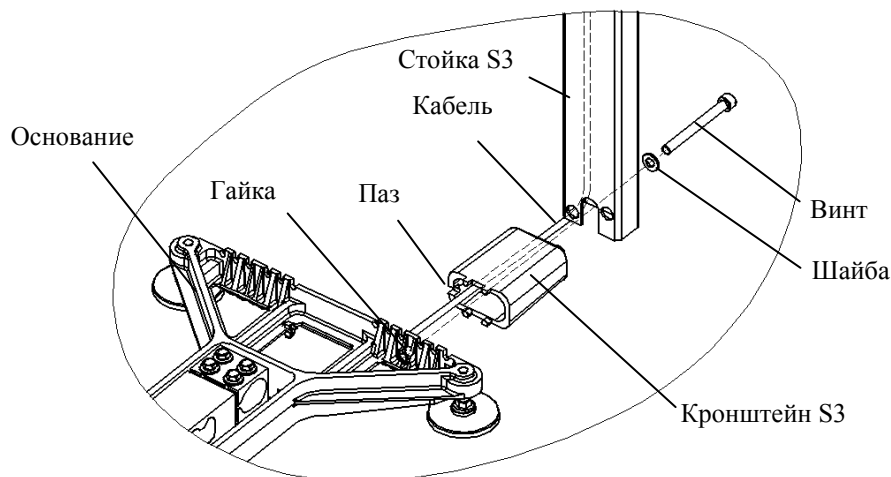

Рисунок 7.3 – Крепление прямоугольной стойки к основанию весовой платформы
- Протянуть кабель весовой платформы через кронштейн и стойку (Рисунок 7.3). Кабель должен входить в паз кронштейна.